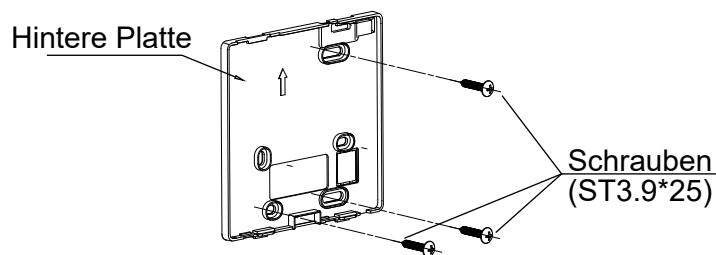

Abb. 3-3
- Zur Montage an einer Oberfläche, fixieren Sie die hintere Platte mit 3 Schrauben (ST3.9 x 25) und Dübel an der Wand. (Abb. 3-3)